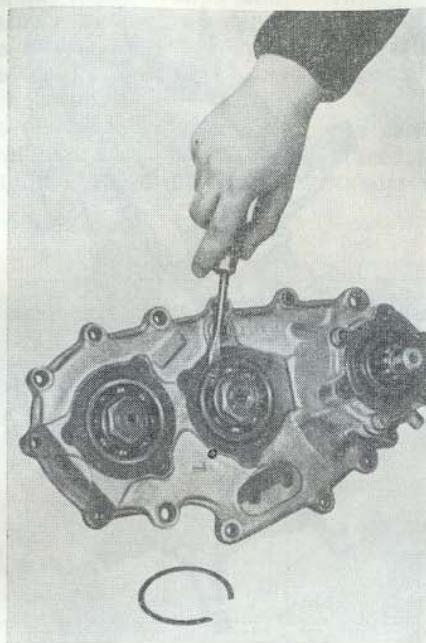

Рис. 114. Снятие стопорных колец подшипников
11. Снять крышки подшипников промежуточного вала и вала привода переднего моста. Снять стопорные кольца подшипников (рис. 114). Снять валы (рис. 115). Снять с валов подшипники.
10. Снять раздаточную коробку с вала привода переднего моста и снять стопорные кольца подшипников (рис. 114). Снять винты крепления кузова к мосту.